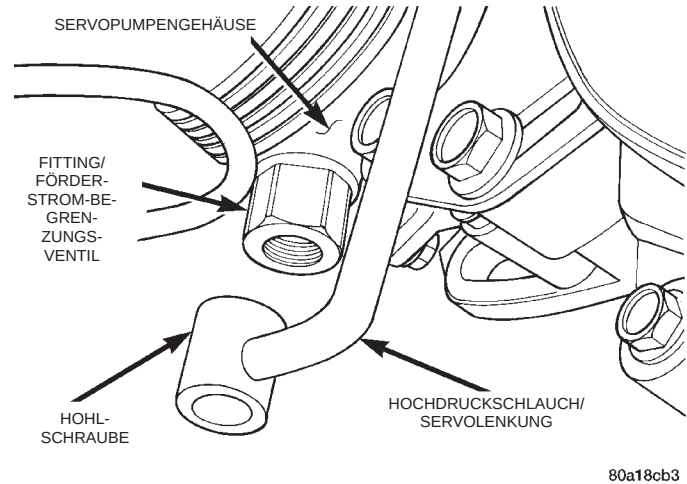

**Abb. 6 Fitting für Auslaß und Förderstrom-Begrenzungsventil der Servopumpe**
(2) Fitting des Förderstrom-Begrenzungsventils aus dem Gehäuse der Servopumpe ausbauen (Abb. 6). **Das Förderstrom-Begrenzungsventil und die Feder dürfen nicht aus der Bohrung des Pumpengehäuses herausfallen.**
(3) O-Ring aus dem Fitting ausbauen und entsorgen.
(1) Ggf. Förderstrom-Begrenzungsventil und Feder reinigen und in die Bohrung des Pumpengehäuses einsetzen.
(2) Neuen O-Ring in das Fitting montieren.
(3) Fitting für Auslaß/Förderstrom-Begrenzungsventil im Pumpengehäuse einbauen (Abb. 6) und mit einem Anzugsmoment von 75 N·m (55 ft. lbs.) festziehen.